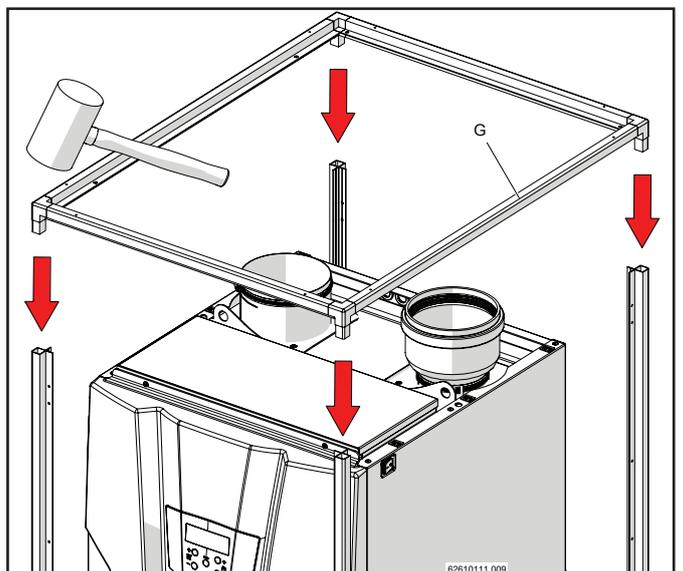

Figure 12-11
- 6.- Insérer le cadre supérieur "G" de la couverture extérieure avec un marteau caoutchouté (fig. 12-11).